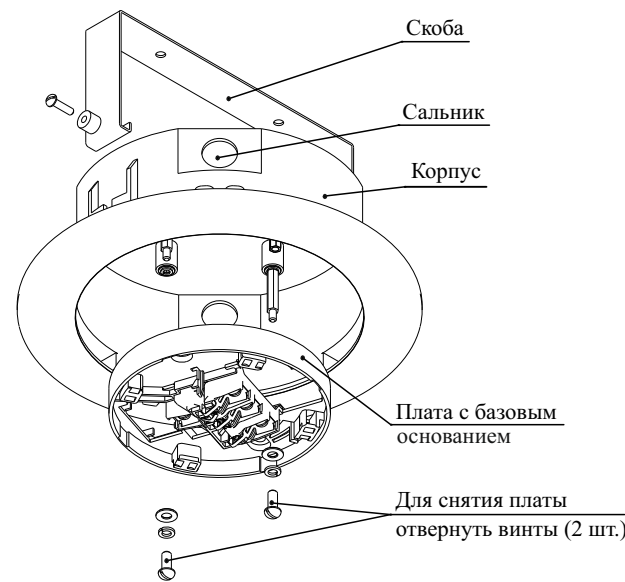

Рисунок 1
5.4 Монтаж КМЧ на потолке производить в следующей последовательности (рисунок 1):